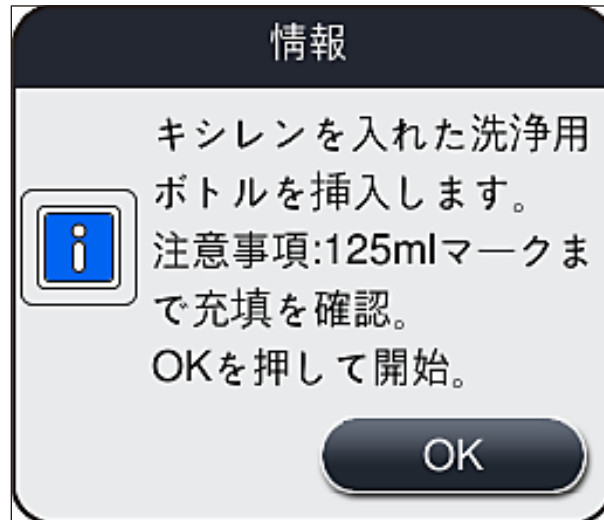

図102
10. 続いて、情報メッセージ（→ 図 102）を **OK** で確認します。